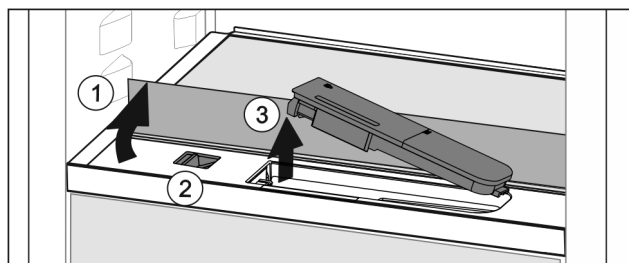

Fig. 134
- ▶ Ridicați placa de sticlă și rabatați în spate până la opritor Fig. 134 (1).
- ▶ Împingeți zăvorul Fig. 134 (2) spre stânga.
- ▶ Scoaterea rezervorului de apă Fig. 134 (3).